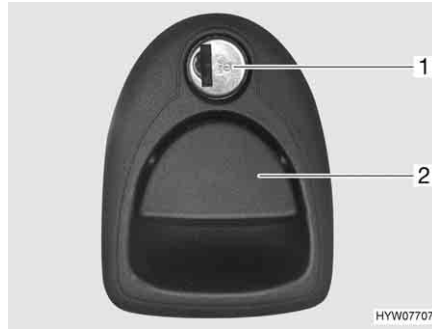

Bild 62 Klappenschloss mit Griffschale
- Schlüssel in Schließzylinder (Bild 62,1) stecken und eine viertel Umdrehung drehen. Das Klappenschloss ist entriegelt.
- Am Schlossgriff (Bild 62,2) ziehen. Die Außenklappe ist geöffnet.